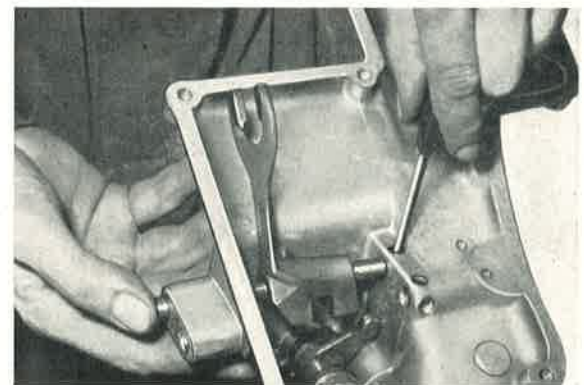

Bild 333: So wird die Schaltstange für den 1. und Rückwärtsgang eingeschoben, wobei Kugel u. Feder in ihrer Bohrung mit einem dünnen Dorn niedergedrückt werden.
3. Kugel mit Dorn niederdrücken, Schaltstange bis Leerlaufstellung (mittlere Arretierung) durchschieben (Bild 333 Vorseite).